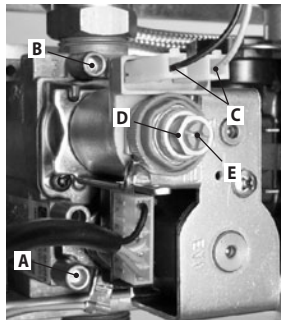

Figura 7.1
- A caldaia spenta (fuori servizio), controllare la pressione di alimentazione utilizzando la presa "A" in Figura 7.1 e confrontare il valore letto con quelli riportati nella tabella Pressioni di alimentazione gas nella sezione "Dati tecnici M290L.24CM" a pag. 9 e "Dati tecnici M290L.28CM" a pag. 11.
- Richiudere bene la presa di pressione "A" in Figura 7.1.
- Aprire la presa di pressione "B" in Figura 7.1 e collegare un manometro.
- Per tarare la pressione al bruciatore agire sul dado esagonale grande in ottone dell'operatore modulante "D" (MAX) in Figura 7.1 (ruotando in senso orario la pressione aumenta).
- Per tarare la pressione al bruciatore agire sulla vite in plastica ("E" (MIN) in Figura 7.1) tenendo fermo il dado esagonale in ottone grande ("D" (MAX) in Figura 7.1) dell'operatore modulante (ruotando in senso orario la pressione aumenta).
- Collegare il filo di alimentazione "C" dell'operatore modulante Figura 7.1.
- Chiudere la presa di pressione "B" in Figura 7.1.